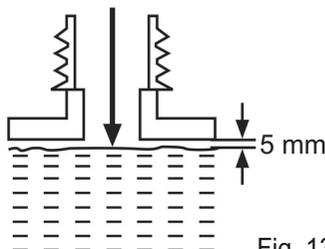

Fig. 13
- > Dévissez le bouchon du réservoir de carburant (29), puis ôtez-le.
- > Remplissez le réservoir avec un mélange huile-carburant correctement dosé, en utilisant un entonnoir muni d'un filtre afin d'empêcher les éventuels résidus de pénétrer à l'intérieur. Évitez de trop remplir le réservoir. Laissez un espace d'au moins 5 mm entre la surface du carburant et la paroi supérieure du réservoir, afin que le carburant puisse s'étendre (Fig. 13).